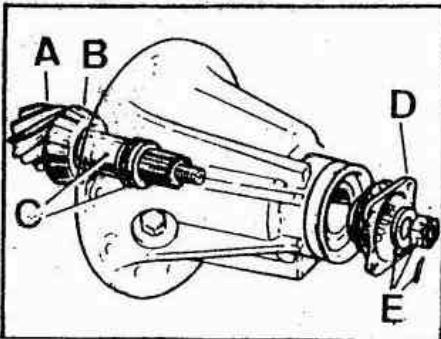

Fig. E -33 Piñón de ataque y brida de mando
- 1.05. Soltar la brida de mando, D (Fig. E -33) y sacar el piñón de ataque, A - fuera del cárter.